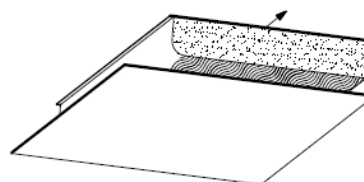

Рисунок 8
**ТЕХНОЛОГИЧЕСКАЯ ОПЕРАЦИЯ 1:** Элемент постформинга после профильного фрезерования и приклеивания пластика к лицевой и оборотной поверхности основы, именуемый также формованной деталью (см. рис. 8).